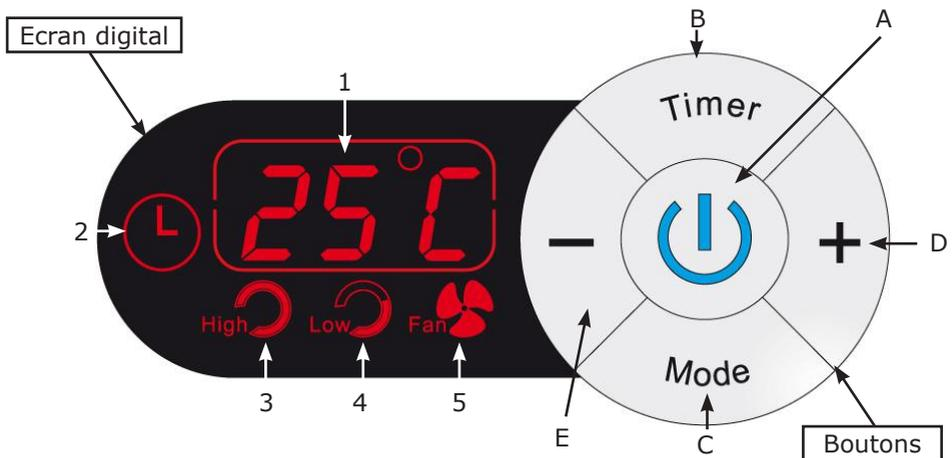

Fig. 4 : Tableau de commande
- B. Tableau de commande (fig. 4)
- Appuyer sur le bouton A (fig. 4) pour allumer l'appareil. Un bip retentit et le témoin lumineux s'allume. Chaque pression sur les boutons déclenche un bip sonore. Chaque pression sur les touches D et E (fig. 4) entraîne le clignotement de l'affichage 1, fig.4 (température ou minuterie).
- Par défaut, l'afficheur digital indique la température ambiante (1, fig.4).
La sonde de température de CERAM DIGITAL se situe dans l'appareil. Une différence de température entre la valeur ambiante affichée (1, fig. 4) et la température réelle est normale. Cette différence s'explique par la stratification de l'air. Pour chauffer rapidement, augmenter la température souhaitée de quelques degrés.
2. Pour augmenter la température de consigne, appuyer sur la touche **+** (D, fig. 4). Pour baisser la température de consigne, appuyer sur la touche **-** (E, fig. 4).
3. Sélectionner le mode de fonctionnement en appuyant sur le bouton **Mode** (C, fig. 4). Appuyer jusqu'à l'affichage du mode de chauffage souhaité :
Pleine puissance  (3, fig. 4) ou basse puissance  (4, fig. 4). Dès que l'appareil atteint la température de consigne, il s'arrête de chauffer. Le ventilateur continue de souffler quelques secondes pour refroidir l'élément chauffant.
1. Appuyer sur le bouton **Timer** (B, fig. 4). Le symbole  (2, fig. 4) s'affiche. Par défaut, la minuterie clignote. Si la durée par défaut de 6 h vous convient, passer à l'étape 3.
2. Régler la durée de fonctionnement désirée tant qu'elle clignote. Pour augmenter la minuterie, appuyer sur la touche **+** (D, fig. 4). Pour baisser la minuterie, appuyer sur la touche **-** (E, fig. 4).
3. Sélectionner le mode de fonctionnement en appuyant sur le bouton **Mode** (C, fig. 4). Appuyer jusqu'à l'affichage du mode de fonctionnement souhaité : pleine puissance (3, fig. 4), basse puissance (4, fig. 4) ou ventilation été (5).
Pour souffler de l'air à température ambiante, sélectionner le mode ventilation été en appuyant sur le bouton **Mode** (C, fig. 4).
Appuyer jusqu'à l'affichage du symbole (5, fig 4) .
Pour éteindre l'appareil, appuyer sur le bouton **A** (fig. 4), puis appuyer sur le bouton d'alimentation à l'arrière de l'appareil. Débrancher l'appareil.